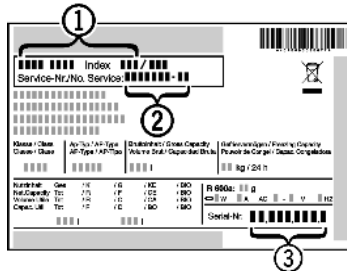

Fig. 9
- Kontakta kundtjänst och meddela felet, skåpbeteckning Fig. 9 (1), service-nr. Fig. 9 (2) och serie-nr. Fig. 9 (3).